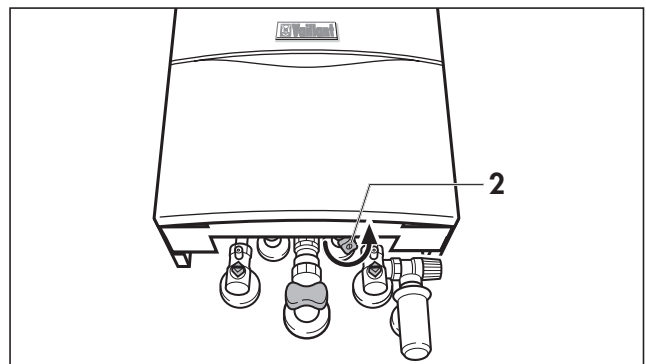

Fig. 2.2 Închiderea robinetului de alimentare cu apă rece
În cazul eventualelor neetanșeități în zona conductei de apă caldă menajeră dintre aparat și punctele de consum, închideți imediat robinetul de alimentare cu apă rece (2) de la aparat (fig. 2.2) și solicitați remedierea defecțiunii de către atelierul de specialitate.